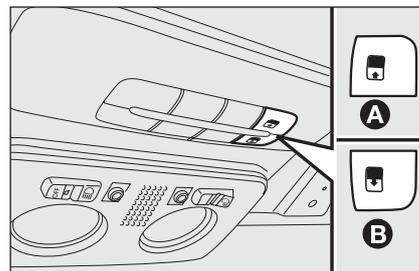

fig. 77
Para cerrarla, realice el procedimiento inverso. El techo practicable sólo funciona con la llave de contacto en la posición **MAR**. Los mandos **A** y **B** fig. 77 situados en el salpicadero correspondiente cerca de las luces interiores delanteras controlan las funciones de apertura/cierre del techo practicable.
Pulse el botón **B**-fig. 77 y manténgalo pulsado, el panel de vidrio delantero pasará a posición “spoiler”; pulse de nuevo el botón **B** y, actuando en el mando durante más de medio segundo, comienza a moverse el cristal del techo y continúa automáticamente hasta alcanzar una posición intermedia (posición “Comfort”).
Desde la posición de apertura completa, pulse el botón **A**-fig. 77 y, si se actúa en el botón durante más de medio segundo, el cristal delantero del techo pasará automáticamente a posición intermedia (posición “Comfort”).
- pulse el botón **A-fig. 77** hasta que se cierre completamente el techo. Suelte el botón;